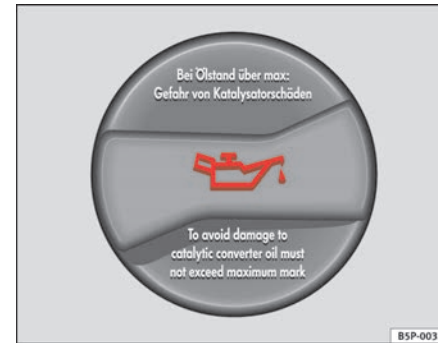

Abb. 124 Deckel der Motoröl-Einfüllöffnung im Motorraum
- Schrauben Sie den Deckel der Motoröl-Einfüllöffnung ab ⇒ Abb. 124.